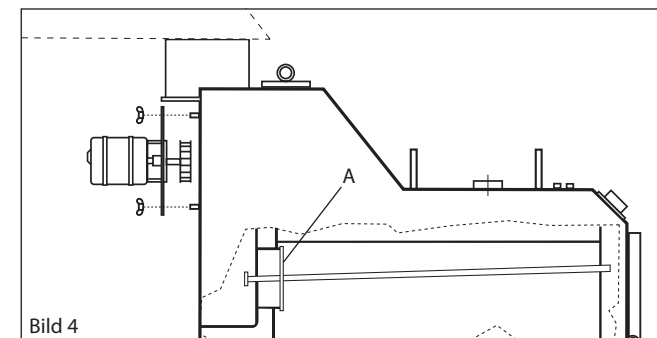

Bild 4
Pannan är försedd med ett automatiskt direktspjäll (bild 4) som i öppet läge tillåter fläkten att suga ut röken via en kanal direkt ut i skorstenen. På så sätt minskar inrykningen i pannrummet när luckan öppnas. För god funktion är det viktigt att locket (A) hålls rent från tjära och sot.